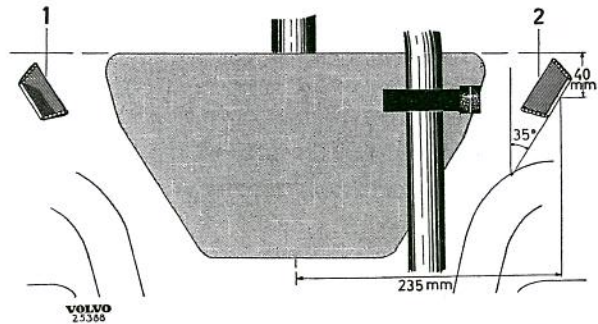

Bild 34. Placering av konsoler.
1. Har vagnen tidigare varit utrustad med vajer utan hölje svetsas först de i sats nr 276354 medföljande hållarna fast i karossgolvet enligt bild 34.